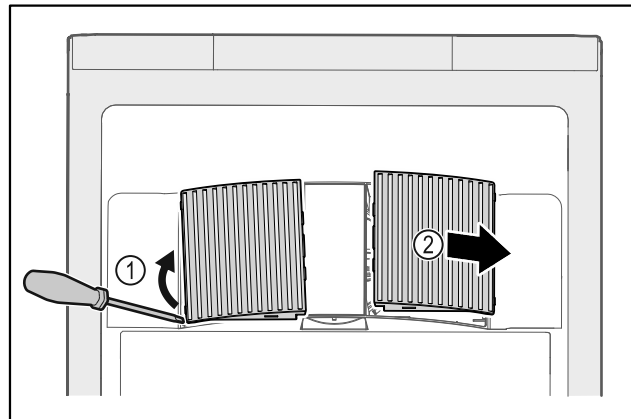

Fig. 144
- ▶ Кожух вентилятора обережно підважити зі сторони Fig. 144 (1) і витягнути рухом вперед Fig. 144 (2).